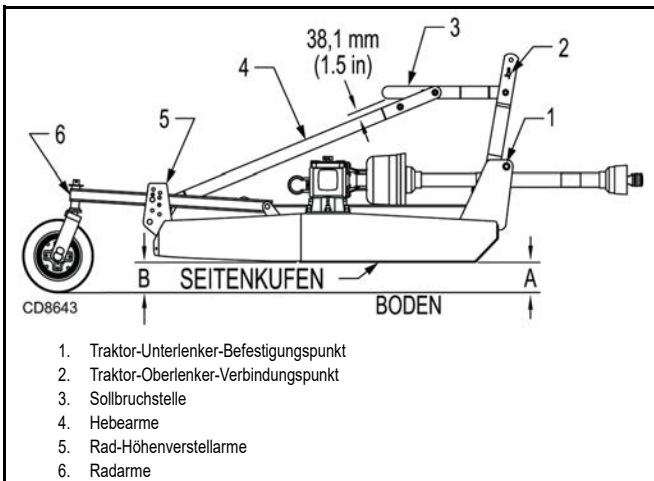

Abbildung 9. Einstellen der Schnitthöhe
Lösen Sie die Gegenmutter auf der Einstellungsstange, die von der Deichsel zum Rad verläuft. Verstellen Sie die Stange ein oder aus, bis Position B etwa 6,4 bis 12,7 mm (1/4 bis 1/2 in) größer ist als Position A. Siehe Abbildung 9.
Stellen Sie die Traktor-3-Punkt-Anhängerkupplung auf einen Abstand von 69,9 mm (2-3/4 in) an der Position „A“ ein, um eine Schnitthöhe von 101,6 mm (4 in) zu erhalten. Siehe Abbildung 9.
Stellen Sie den Oberlenker so ein, dass der Abstand zwischen der Sollbruchstelle (2) und den hinteren Hebeverbindungen 38,1 mm (1-1/2 in) beträgt. Siehe Abbildung 9. Dieser Abstand ermöglicht es dem Mäher, über unebenes Gelände zu fahren.